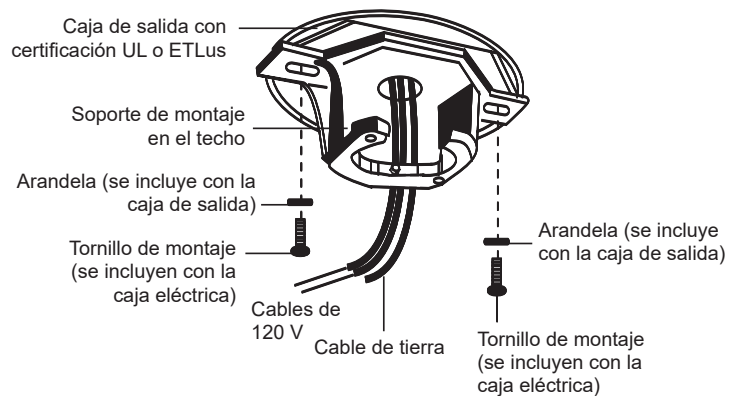

Figura 5
Paso 1. Pase los cables de suministro de 120 voltios de la caja de salida del techo a través del centro del soporte de montaje del techo (**Figura 5**) y luego pase cuidadosamente los cables a través de la parte posterior del soporte de montaje para facilitar la instalación del ventilador en el soporte.
Paso 2. Fije el soporte de montaje del techo a la caja de salida usando los tornillos de montaje y las arandelas que se incluyen con la caja de salida. (**Figura 5**)